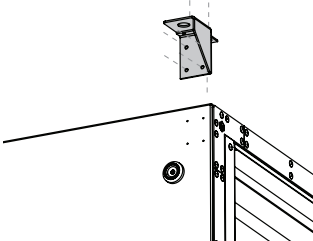

Abb. 4:
- Es dürfen weder Löcher in das Gehäuse gebohrt, noch Schrauben hineingedreht werden. Ausgenommen sind hierbei die Befestigungsschrauben der mitgelieferten Haltewinkel (Abb. 4).